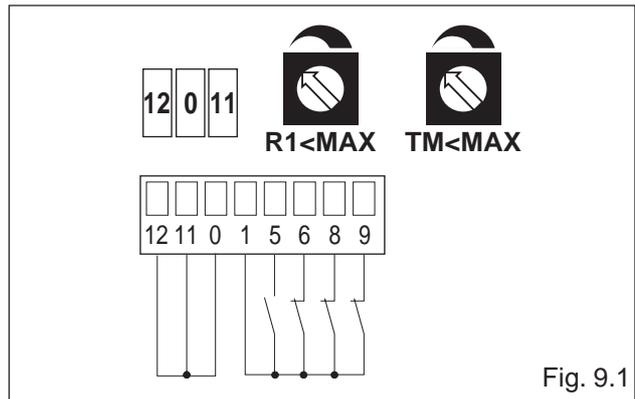

Fig. 9.1
- (Abb. 9.1) **Der Flügel fährt an die mechanischen Anschläge und bleibt vor Hindernissen stehen.** Bewegungszeit auf 2-3 Sekunden mehr einstellen als tatsächlich von dem Flügel benötigt wird ($TM < MAX$) und die Klemmen 0-11-12 überbrücken.